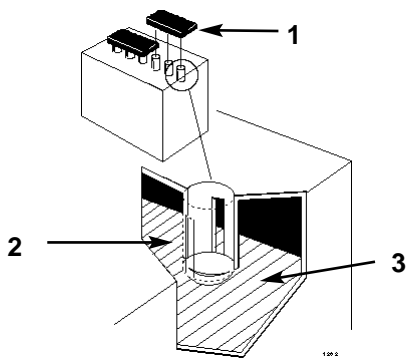

Figure 40
2. Aprite i coperchietti per guardare negli elementi. L'elettrolito deve raggiungere la parte inferiore del tubo. Osservate il lato della batteria: l'elettrolito deve raggiungere la riga "SUPERIORE" (Fig. 38); non permettete che scenda al di sotto della riga "INFERIORE" (Fig. 40).